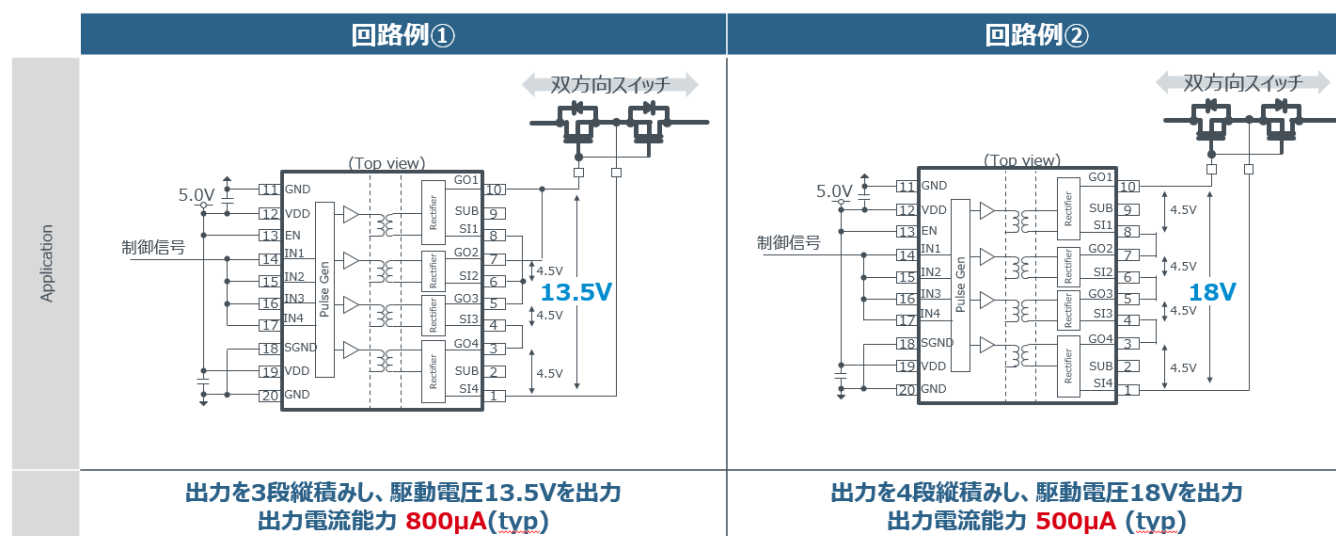

Figure 21. BM79330FV-LB の回路例
- **フローティング出力を活かした直列接続によるゲート電圧確保:** 本 IC は、Figure 21 に示すように、各チャネルが独立して駆動電圧を生成する「フローティング電圧出力（4ch）」を備えています。本ボードではこの 4ch の出力を直列接続することで、専用の外部電源や昇圧回路を追加することなく、SJ-MOSFET の確実な駆動に必要なゲート電圧を確保しています。